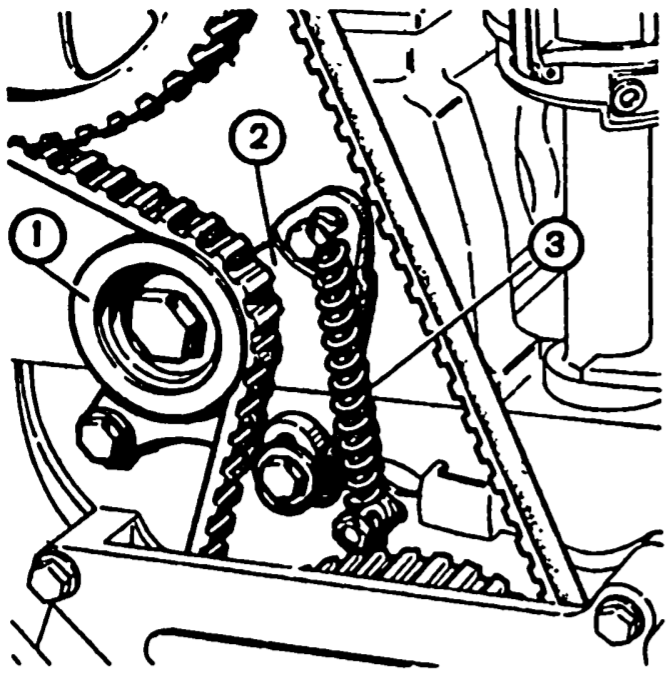

Рис. 2-41. Механизм натяжения ремня привода распределительного вала: 1 - натяжной ролик; 2 - кронштейн натяжного ролика; 3 - натяжная пружина
- снимите пружину 3 (рис. 2-41) натяжного ролика, ослабьте болты крепления кронштейна 2, отведите его в крайнее левое положение и снимите ремень со шкива распределительного вала;